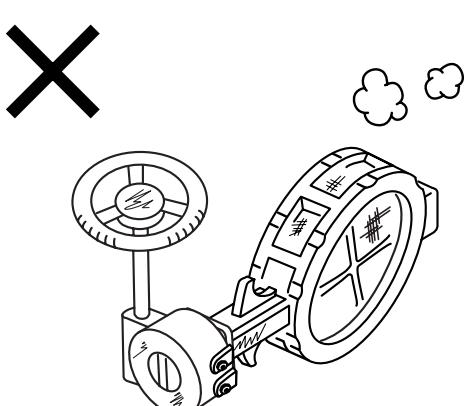

図4
- 開梱時期：この製品は本体部のフランジ面に保護板を取り付け、内面を保護しています。開梱はできる限り、配管の直前に行い、開梱状態で長時間放置しないでください。本体内にゴミや異物が混入し、正確に作動しなくなります。（図4）